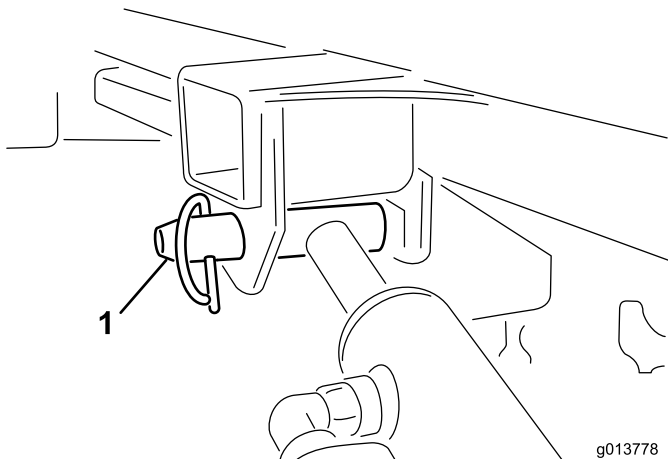

Figura 3
11. Com uma mão, segure o cilindro de elevação. Com a outra, remova o pino de bloqueio do cilindro de elevação (Figura 3).